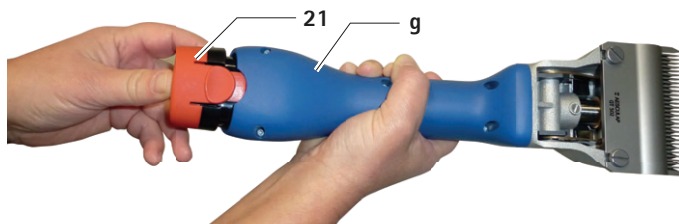

Fig. 2
- Trekk ut Li-ion-batteriet **21**, lad det opp og/eller skyv inn et reserve li-ionbatteri GT641 (3INR19/66-1) i den batteridrevne klippemaskinen **g**, se Fig. 2.